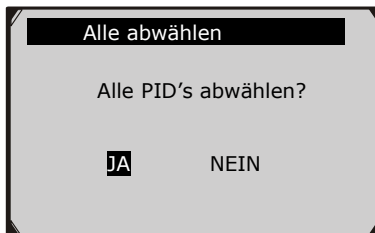

Abbildung 5.18
- Eine Meldung fragt nach Ihrer Bestätigung . (Abbildung 5.18)